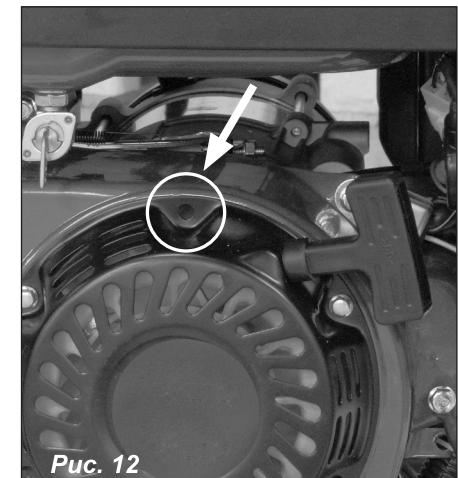

Рис. 12
4. Поверните несколько раз коленчатый вал двигателя, чтобы масло равномерно распределилось, затем установите свечу зажигания. Медленно тяните ручку стартера, пока не почувствуете сопротивление. Продолжайте тянуть, пока паз на шкиве стартера не поравняется с отверстием на механическом стартере (рис. 12). В этой точке впускной клапан и выпускной клапан закрыты, и это поможет защитить двигатель от внутренней коррозии.